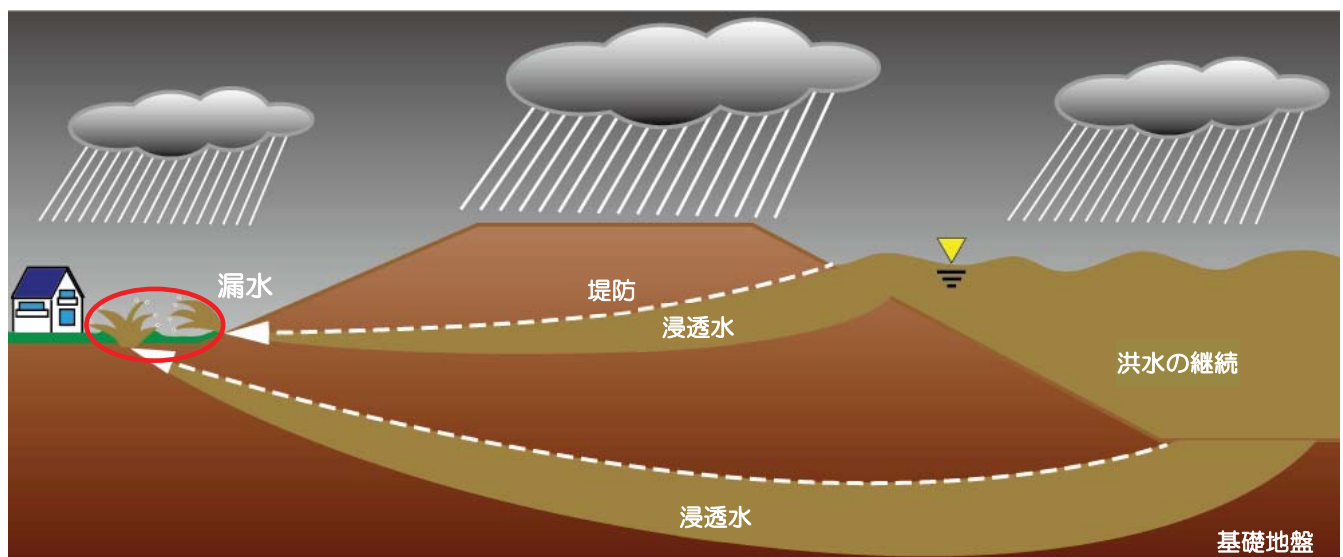

図 3.浸透による漏水発生イメージ図
漏水が発生するメカニズムは、図3に示すように、①河川水が堤防に浸透することによる場合と、②基礎地盤に浸透する場合があります。河川水位が高く、その水位の継続時間が長いほど堤防に水が浸透しやすくなります。また、浸透が発生した堤防は壊れやすくなります。